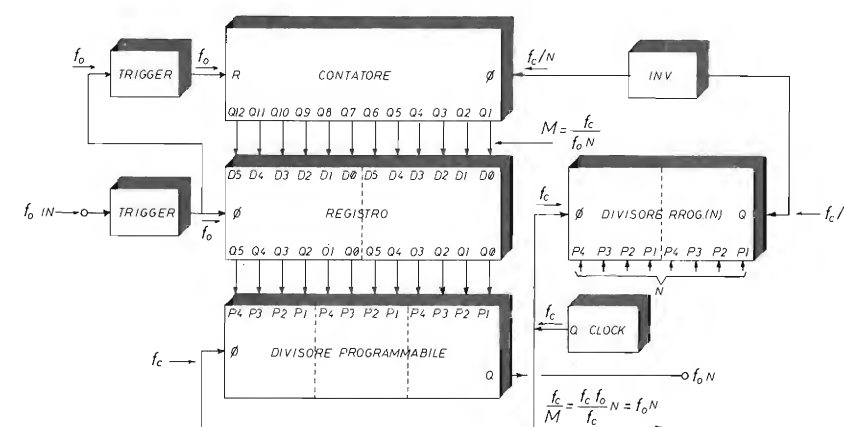

figura 1 - Schema a blocchi di moltiplicatore di frequenza.
Nel circuito di figura 1, il clock a frequenza di ripetizione f_c è applicato ad un divisore programmato col quale viene impostato il fattore di moltiplicazione N. Il segnale di clock, diviso per N (f_c/N) triggera un contatore binario sufficientemente lungo che il segnale d'ingresso, a frequenza f_0 , periodicamente resetta.
Lo stato $M=f_c/f_0N$ che detto contatore così assume, memorizzato nel registro collegato ai suoi Q, viene trasferito agli ingressi di preset di un divisore programmabile sincrono; all'ingresso di quest'ultimo è ancora applicato il clock f_c . Ne consegue che dall'uscita di detto divisore emergono impulsi alla frequenza di ripetizione f_c/M , cioè f_0N (vedi figura 1).
Impiegando un contatore binario a 12 stadi, il massimo valore che M può assumere è $2^{12}=4096$. Dato che (vedi figura 1) $M=f_c/f_0N$, si ha che
Ancora dalla figura 1 si osservi che la frequenza del segnale in uscita, f_0N , è indipendente da f_c ; il clock potrebbe perciò essere un semplice multivibratore astabile; per la validità dell'equazione (1) è però conveniente servirsi di un generatore quarzato opportunamente diviso.